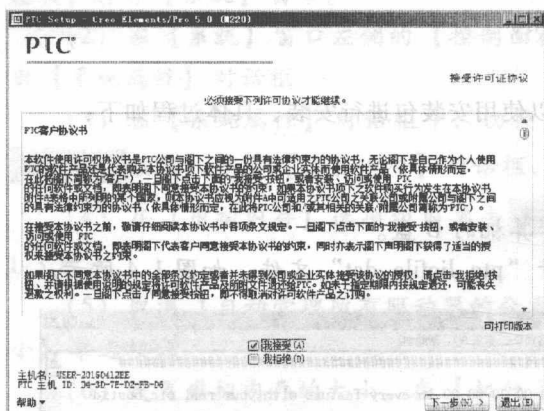

图 1-7 版权界面
(8) 回到安装界面, 单击 **下一步(N) >** 按钮, 进入版权界面, 选中 **【我接受】** 复选框, 如图 1-7 所示。